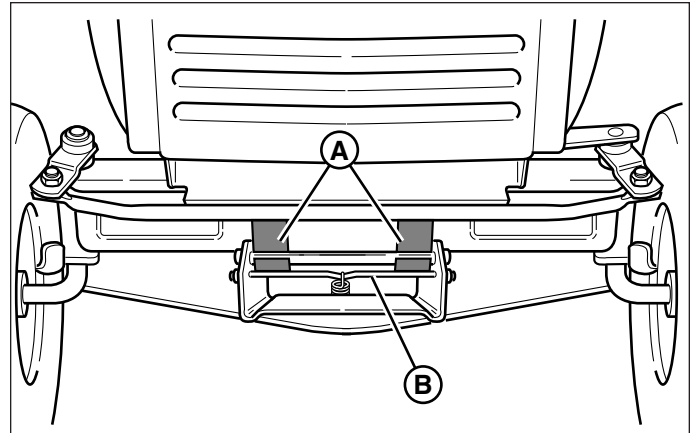

Figure 12. Dispositif d'attelage de la tondeuse
6. Tourner les roues droit vers l'avant. Tirer sur le levier à ressort (B, Figure 12) et lever l'attelage de la tondeuse des supports du tracteur.
4. Voir la Figure 12. Faire glisser le tube de décharge sur l'ouverture de décharge de la tondeuse.
5. Voir la Figure 12. Remettre les roues droit vers l'avant. Tirer sur le levier à ressort (B) tout en soulevant sur le dispositif d'attelage de la tondeuse. Installer le dispositif d'attelage de la tondeuse sur les supports d'attelage du tracteur (A). Lorsque cela est correctement en place, le levier à ressort doit reposer complètement sous les supports.